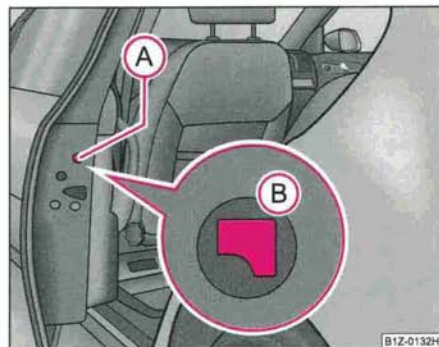

Fig. 29 Portière arrière: Verrouillage de secours de la portière
- Déposez le cache (A) ⇒ fig. 29.
- Insérez la clé dans l'ouverture sous le cache et poussez la manette de blocage (B) vers l'intérieur et à fond.